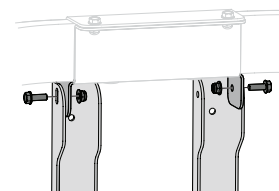

Figura 8
4. Trabajando desde afuera hacia adentro, sujete el conjunto de placa de montaje/soporte del puntal al soporte del guardacorrea con dos tornillos de cabeza hexagonal (710-1238) y dos tuercas de seguridad (712-04063). Consulte la Figura 8.